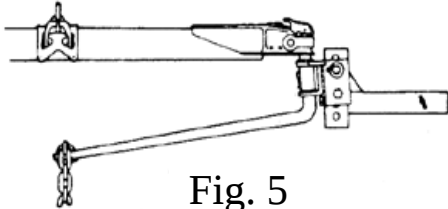

Fig. 5
6. Levante la horquilla del remolque y la parte posterior del vehículo con el gato para remolques, aproximadamente 8 a 12 pulgadas. Baje el yugo del soporte de agarre hasta que esté paralelo con el piso, y deslice el eslabón más cercano por encima del gancho (si hay menos de 5 eslabones entre el gancho y el perno en U ajuste el ángulo del montaje de esfera hacia atrás, y repita el procedimiento - ver Fig. 5 hasta 8 abajo). Con la manija del soporte de agarre sobre el yugo, levante hasta que el yugo haya pasado "sobre el centro". Deslice el clip de resorte ③ a través del orificio pequeño para bloquear el yugo en su lugar. Repita para el otro lado.